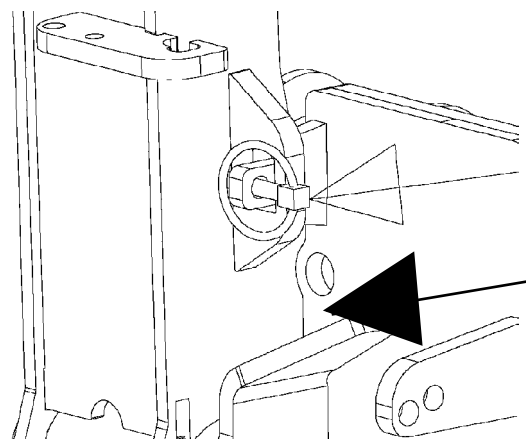

Рисунок 50 Замок маркера
3. Всегда закрепляйте маркер в верхнем положении во время транспортировки, проведения обслуживания, настройки, время хранения. (Рисунок 50)